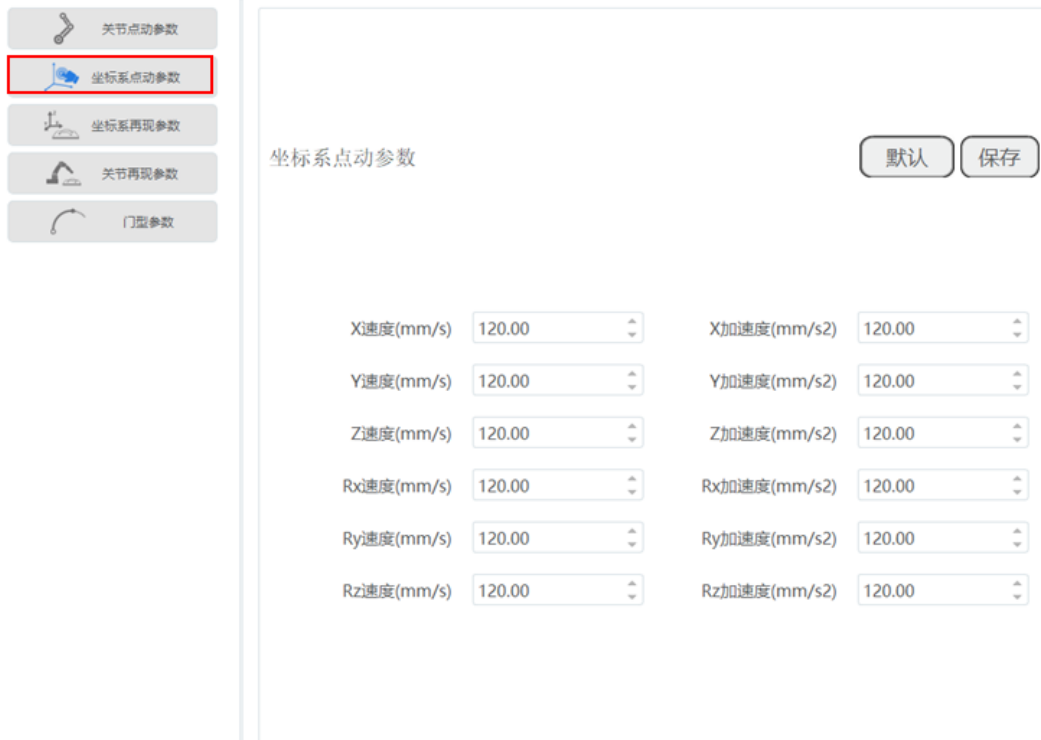

图 3.39 坐标系点动参数
- 坐标系点动参数：设置点动时各笛卡尔坐标轴的最大速度和最大加速度。如图 3.39所示。